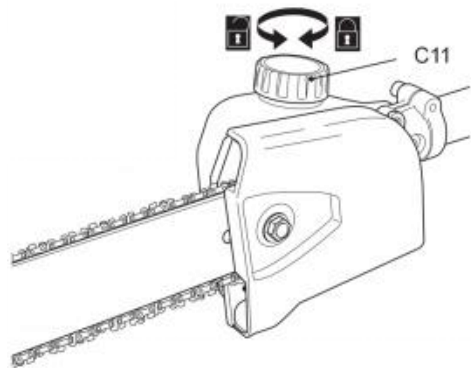

Fig. 16
2) Svitare e rimuovere il tappo del serbatoio dell'olio (C11) (Fig. 16), quindi aggiungere un lubrificante adatto nel serbatoio. Si consiglia di utilizzare un olio per catene ecologico specificamente progettato per l'uso con questo prodotto.